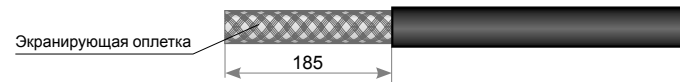

Рисунок 2
5.1.2. Разрезать ножом и снять оболочку с одного конца нагревательной ленты (см. рис. 2).